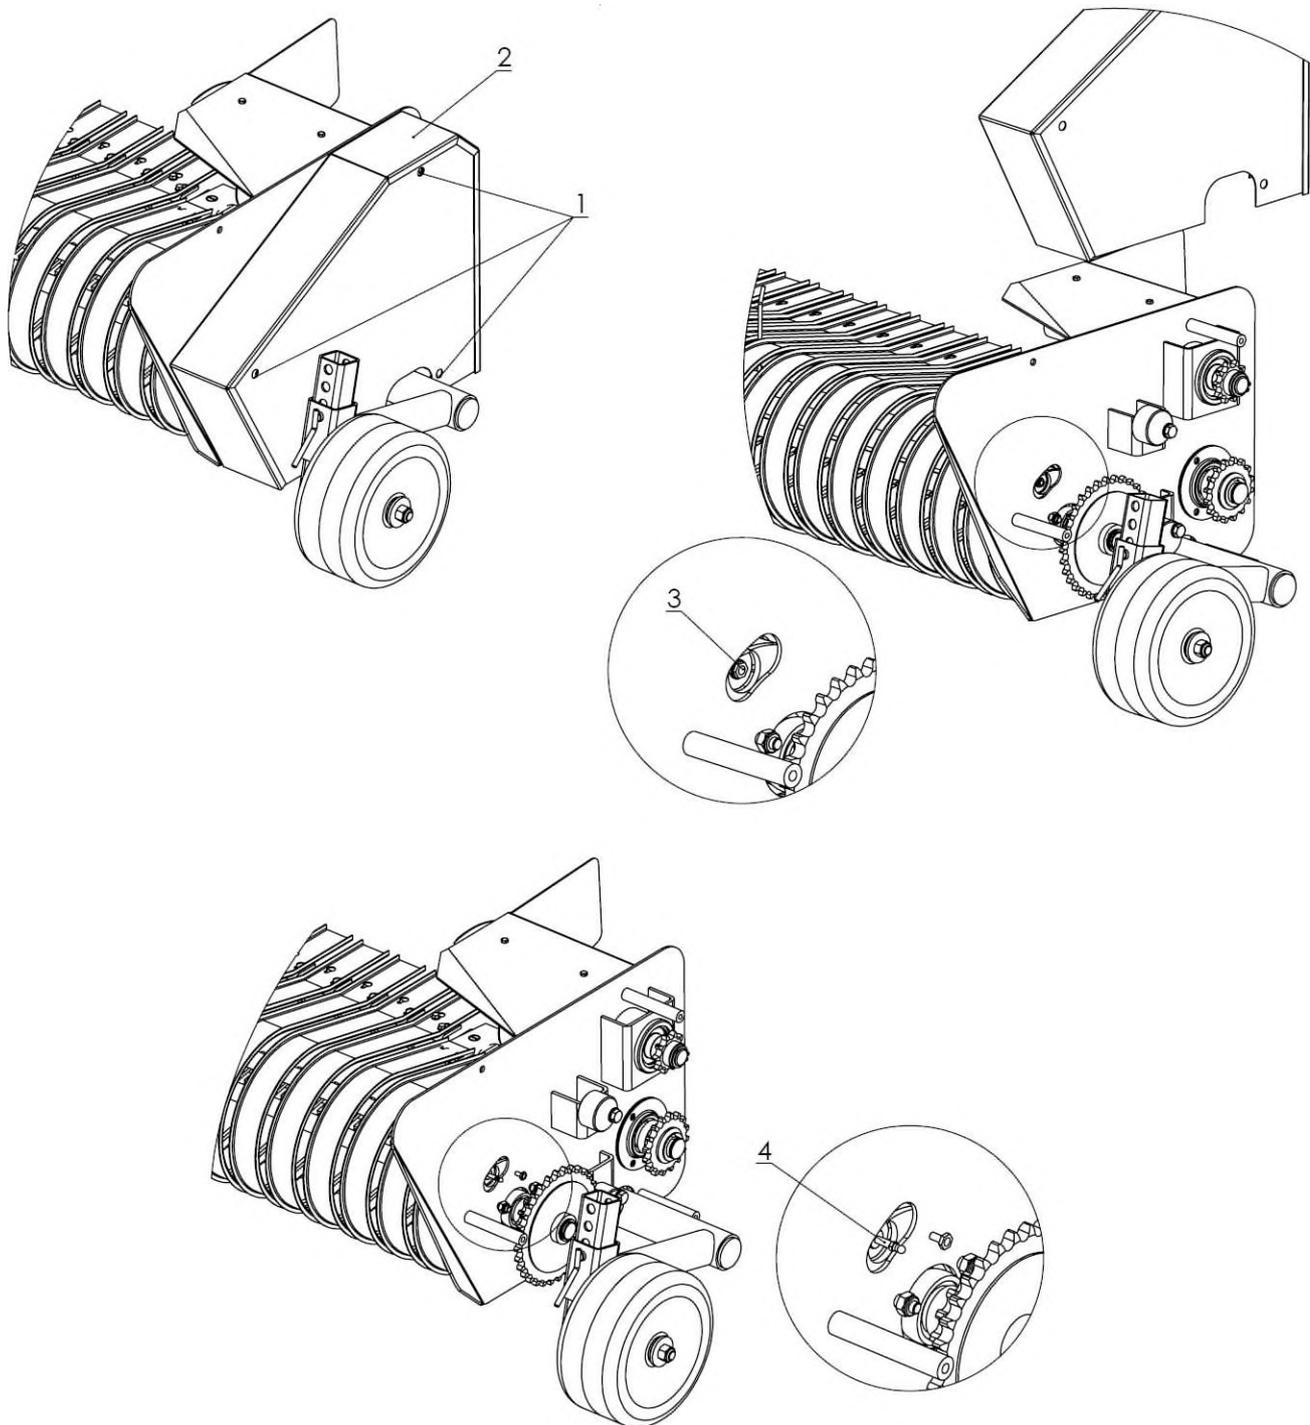

Рисунок 52. Места смазывания роликов подборщика.
Для того, чтобы смазать ролики подборщика (Рис. 52) следует после снятия трех винтов (1) снять крышку (2). После этого отвинтите предохранительный болт (3) и на его место ввинтите смазочный ниппель (4). Смажьте ролики подборщика. Снимите смазочный ниппель и снова завинтите предохранительный винт (3)